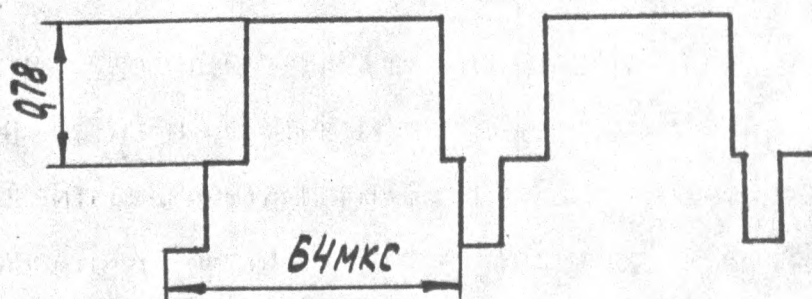

РИС.7.15
7.3.8.3. ПОДКЛЮЧИТЕ К РАЗ'ЕМУ *ВЫХОД ВИДЕО* ВМ РЕЗИСТОР СОПРО-ТИВЛЕНИЕМ $(75 \pm 1,5) \Omega$ И, ПОДКЛЮЧИВ ОСЦИЛЛОГРАФ С9-1 К КОНТАКТУ 6 РАЗ'ЕМА АЗ-1ХР2 БВЗ АЗ, ВОСПРОИЗВЕДИТЕ ТОЛЬКО ЧТО СДЕЛАННУЮ ЗАПИСЬ. РЕЗИСТОРОМ АЗ-1R103 УСТАНОВИТЕ РАЗМАХ ВИДЕОСИГНАЛА $(0,7 \pm 0,02) В$ ОТ УРОВНЯ "ЧЕРНОГО" ДО УРОВНЯ "БЕЛОГО", КАК ПОКАЗАНО НА РИС.7.15.